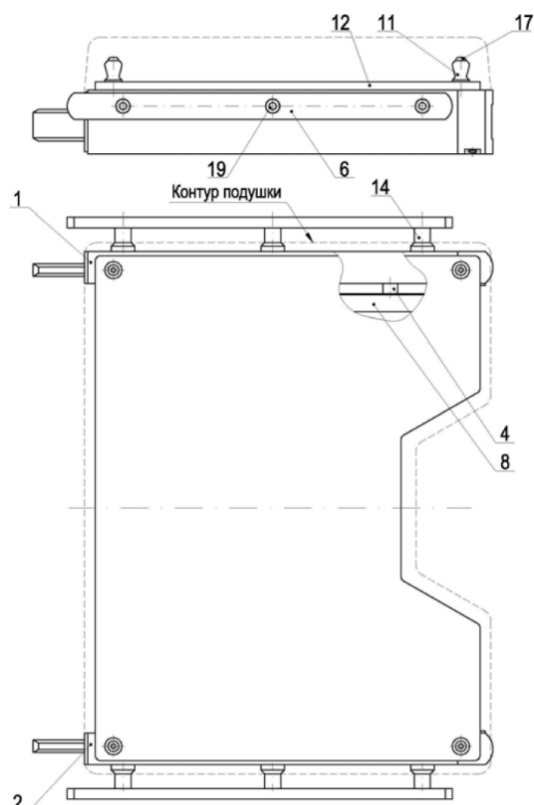

Рисунок 2
- Отжать винты поз.17 (см. рис.2).
1. Отвернуть винты поз.19 (по 3 винта на каждой балке), снять направляющие планки поз.6 и стойки поз.14 (см. рис.2)